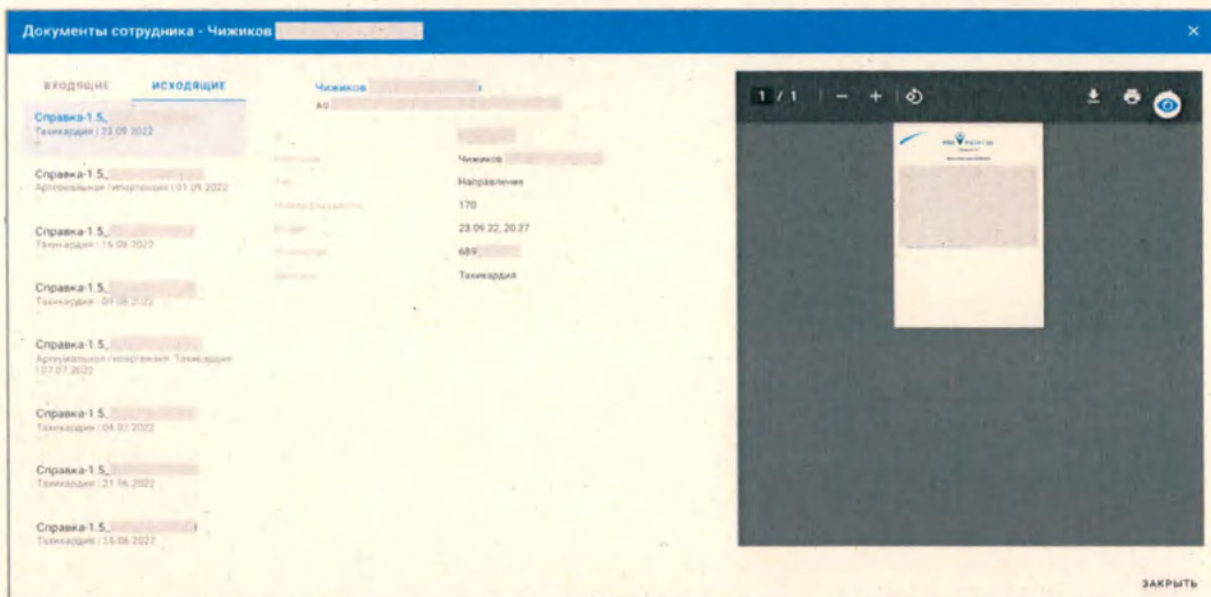

Рисунок 70 – Список исходящих документов работника. Блок «Медицинские данные»
- Документы – список всех документов (справок, выписок, актов) работника (Рисунок 70).